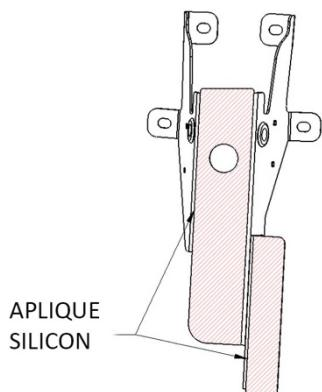

Figura 9
- Aplique silicon a las caras del soporte interno (IBD/IBP) (ver figura 9).
- a. Aplique silicon a las caras exteriores del soporte (igual a la figura 9 del paso 7a).
- d. Sujete las secciones de visera externas D/P a la sección C de visera central usando (3) tornillos 1/4-20 x 3/4" con arandelas planas y tuercas.
- e. Sujete las mitades de visera exterior D/P a los soportes de Oreja EBD/EBP con (2) tornillos pulidos 1/4-20, con arandelas y con tuercas en cada lado.